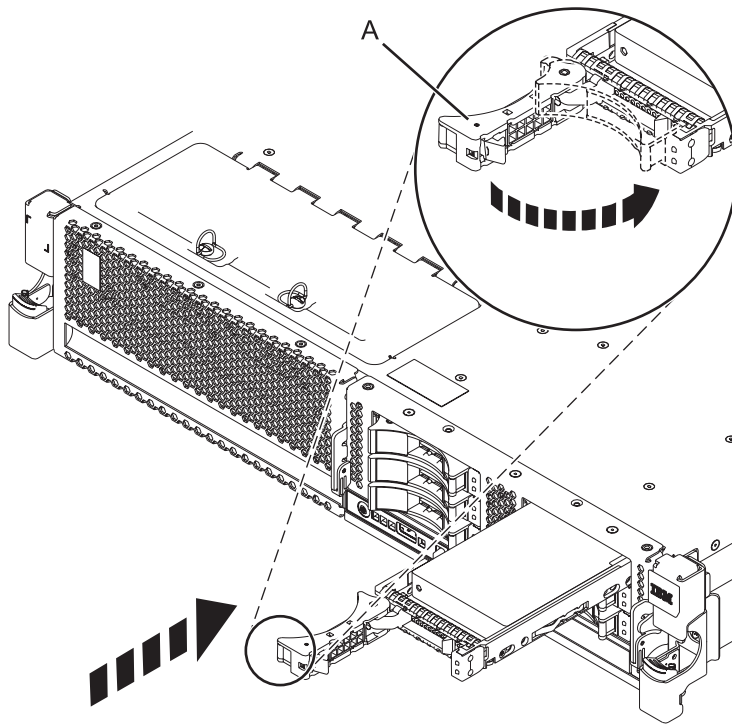

Figure 34. Installation d'une unité de disque dans l'unité centrale
4. Faites glisser complètement l'unité de disque ou l'unité SSD dans l'unité centrale ou l'unité d'extension, et poussez la poignée de l'unité (A) jusqu'à ce qu'elle s'enclenche. Pour plus d'informations, voir figure 34.